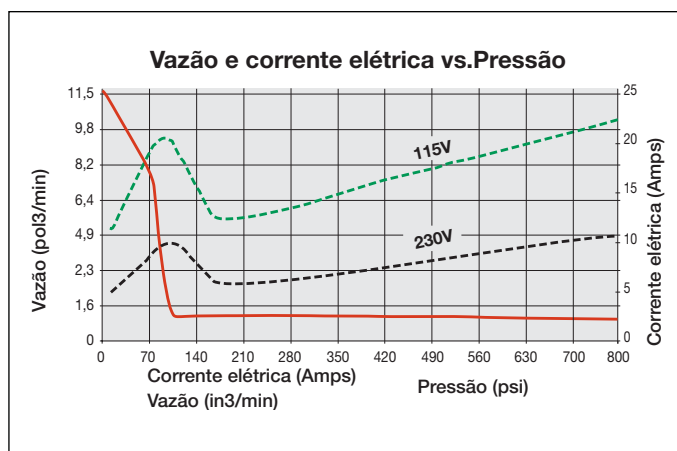

Figura 1, Diagrama de Vazão
3.2 Diagrama de Vazão (ver Figura 1):
*Consumo efetivo de força depende da aplicação. Ver Figura 1.
1. A proteção das linhas do circuito e os disjuntores devem ser fornecidos pelo cliente. A proteção da linha de circuito deve ser de 115% do valor da amperagem do motor, na carga máxima da aplicação. (Ver Figura 1).